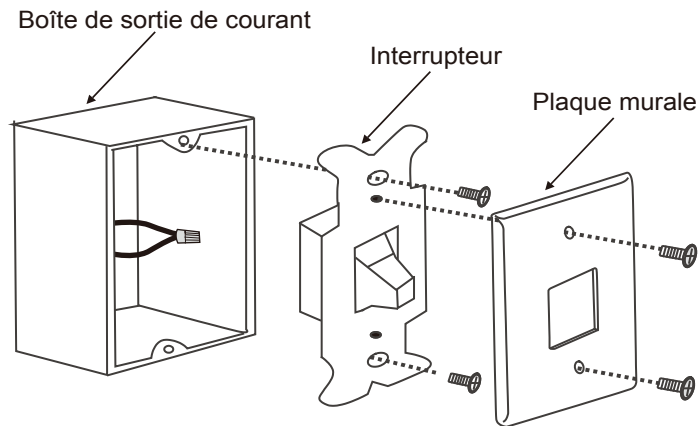

Fig. 28
**Étape 1.** Retirez la plaque murale existante et l'ancien interrupteur de la boîte de sortie de courant murale. Connectez les fils conducteurs NOIRS (sous tension) et repoussez-les dans la boîte de sortie de courant. (Fig. 28)